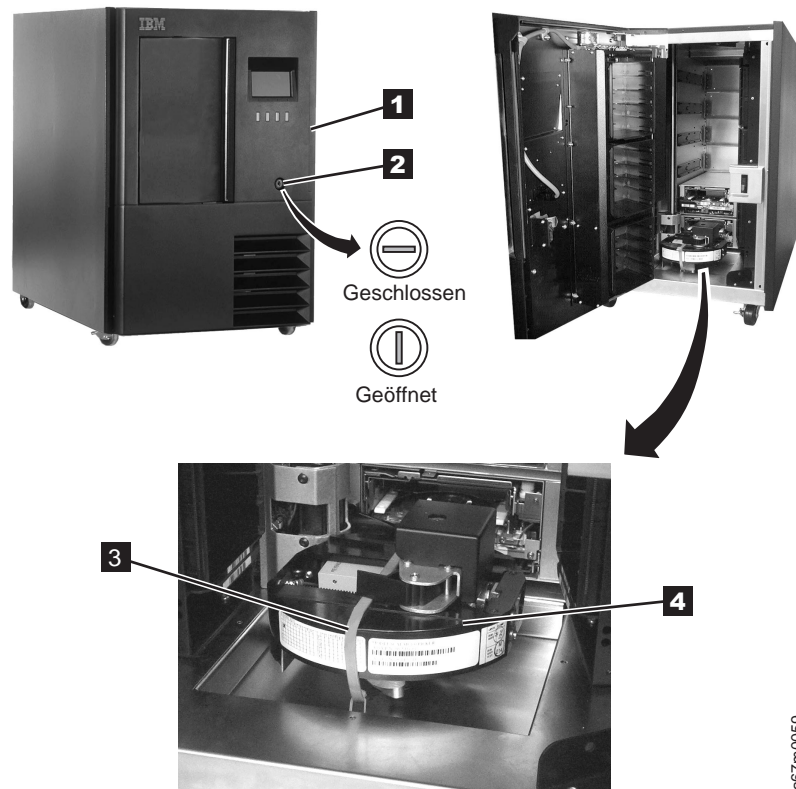

Abbildung 11. Standalone-Kassettenarchiv installieren
3. Öffnen Sie die vordere Tür **1** mit dem Schlüssel **2** (siehe Abb. 11).